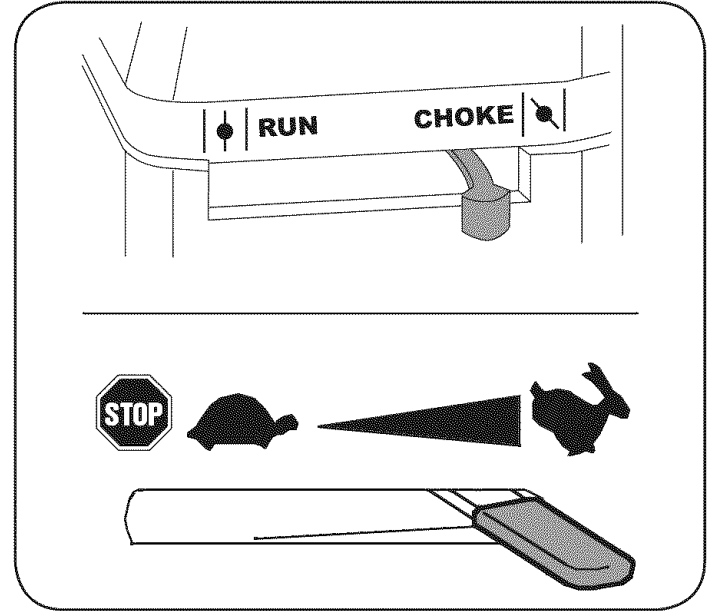

Figura 10
3. Mueva el control del obturador hacia el control del regulador  para obturar el carburador del motor. (Si el motor está tibio la obturación puede no ser necesaria). Vea la figura 10.
4. Mueva la palanca de control del estrangulador a la posición START/RUN (encendido / funcionamiento, representado por una liebre). Vea la figura 10.
2. Con la otra mano tire hacia afuera de la varilla de liberación y baje el montaje de la tolva hasta el piso. Vea la Figura 10.